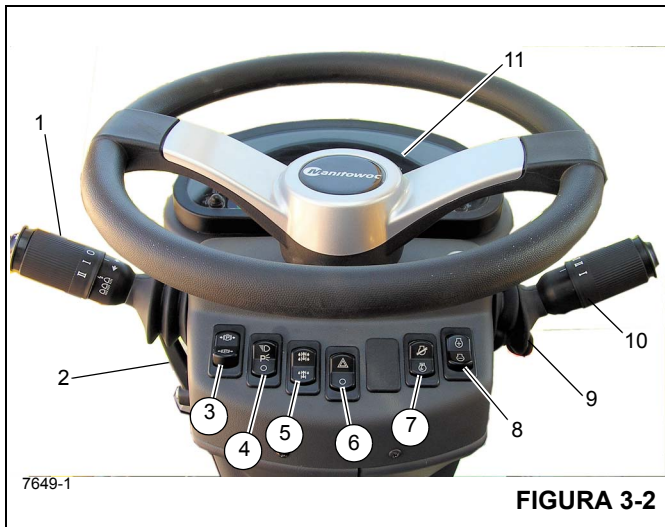

Figura 3-2 - Números de artículos
Todos los controles e indicadores para el uso y monitoreo de las funciones de la grúa se encuentran en el interior de la cabina de la grúa Figura 3-2 e incluyen lo siguiente:
El conjunto de la columna de dirección en la Figura 3-2 es una columna de dirección telescópica e inclinable tipo pedestal. Tiene la capacidad de inclinarse 30° hacia adelante o levantarse verticalmente aproximadamente 60 mm (2.5 pulg). También incluye el interruptor de encendido y la pantalla de medidor CANbus (11) (Figura 3-2).
La palanca de los señalizadores de viraje y los controles del limpia/lavaparabrisas (1) (Figura 3-2) se encuentran en el lado izquierdo de la columna de la dirección. Empuje la palanca de señalizadores de viraje hacia abajo para que las luces señalizadoras delantera y trasera izquierdas destellen. Empuje la palanca de señalizadores de viraje hacia arriba para que las luces señalizadoras delantera y trasera derechas destellen.
La columna de control de dirección se puede girar hacia adelante a aproximadamente 30° y se puede elevar aproximadamente 60 mm (2.5 pulg). Mueva la palanca de control (2) (Figura 3-2) hacia abajo para bloquear la columna de dirección en su lugar; al girar la palanca hacia arriba se suelta la columna de dirección para hacer los ajustes requeridos.
El control del freno de estacionamiento (3) (Figura 3-2) se encuentra en la parte delantera de la columna de dirección. Este interruptor de dos posiciones (encendido y apagado) sirve para aplicar y soltar el freno de estacionamiento instalado en la línea impulsora. La luz indicadora roja del freno de
El interruptor de faros (4) (Figura 3-2) se encuentra en la parte delantera de la columna de dirección. Este interruptor de tres posiciones (apagado/estacionamiento/faros) controla el funcionamiento de las luces de los medidores, los LED de los controles y las luces de posición en las partes delantera y trasera y los costados de la grúa. Cuando el interruptor está en la posición de encendido, las luces de la columna de dirección y de interruptores se iluminan.
El selector de eje motriz (5) (Figura 3-2) se encuentra en la parte delantera de la columna de dirección. Este interruptor basculante de dos posiciones está rotulado tracción en dos ruedas (gama alta) y tracción en cuatro ruedas (gama baja). El interruptor regula una válvula de solenoide (energizado para la tracción en dos ruedas) que acciona los cilindros de gama de marcha y de desconexión del eje en la transmisión. Cuando el interruptor está en la posición de tracción en cuatro ruedas, la luz indicadora del eje motriz en la columna de dirección se ilumina.
El interruptor de luces de advertencia (6) (Figura 3-2) se encuentra en la parte delantera de la columna de dirección. Al activarlo, el interruptor de dos posiciones hace que los cuatro señalizadores de viraje destellen al mismo tiempo. Cuando el interruptor se coloca en la posición de encendido, las luces de indicador de señalizadores de viraje en la columna de dirección destellarán.
El interruptor de modo de prueba (7) (Figura 3-2) se usa durante el mantenimiento del sistema de control electrónico del motor. Es un interruptor momentáneo de dos posiciones (conectado/desconectado) para activar el modo de diagnóstico (códigos de falla). El interruptor debe estar en la posición de encendido, pero el motor no debe estar funcionando. Cuando el interruptor de modo de prueba está en la posición de conectado, y se usa en conjunto con el interruptor de ralentí/modo de diagnóstico, se tiene acceso para avanzar o retroceder por los códigos de falla.
El interruptor de ralentí/modo de diagnóstico (8) (Figura 3-2) es un interruptor momentáneo de tres posiciones (+/-) que proporciona entradas de control de ralentí para aumentar y disminuir la velocidad del motor (cuando el interruptor de modo de prueba está en la posición desconectado) o para avanzar o retroceder por los códigos de falla del modo de diagnóstico cuando el interruptor de modo de prueba está en la posición conectado con el motor apagado.
La palanca de cambios de la transmisión (10) (Figura 3-2) se encuentra en el lado derecho de la columna de la dirección. Esta palanca de control acciona la válvula selectora de la transmisión por medios eléctricos. Si se desplaza la palanca hacia arriba se activan las marchas de avance y si se la desplaza hacia abajo se activan las marchas de retroceso. Cuando la palanca se encuentra en el punto muerto, reposa en un tope. Para poder mover la palanca hacia arriba o hacia abajo, tire de ella hacia atrás primero. Para cambiar la transmisión a primera, segunda o tercera marcha, gire la perilla a la posición 1, 2 ó 3.